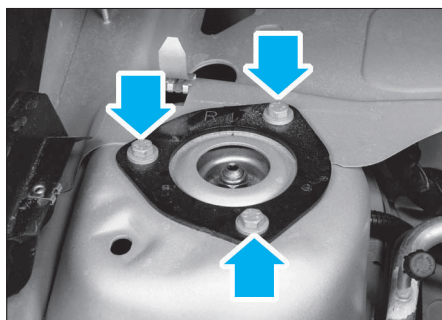

FIG. 4
- Tout en maintenant l'élément de suspension dans le passage de roue, déposer les trois vis de fixation supérieure (Fig.4) dans le compartiment moteur et dégager l'élément de suspension par le bas.